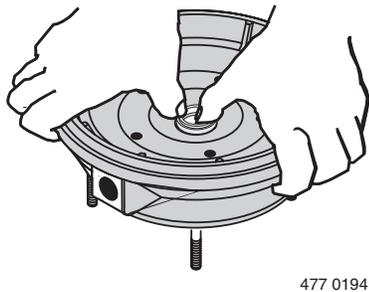

Figure 24 – Pour enfoncer le joint neuf
3. Poser une rondelle en carton propre sur le joint. Avec la pression des pouces, pousser fermement et d'équerre la moitié du joint en céramique dans sa cavité (se reporter à la Figure 24). La face polie du joint en céramique doit être orientée vers le haut. Si le joint ne repose pas adéquatement, le déposer, puis le poser sur un établi en orientant sa **face vers le haut**. Renettoyer la cavité. Le joint doit maintenant reposer adéquatement.